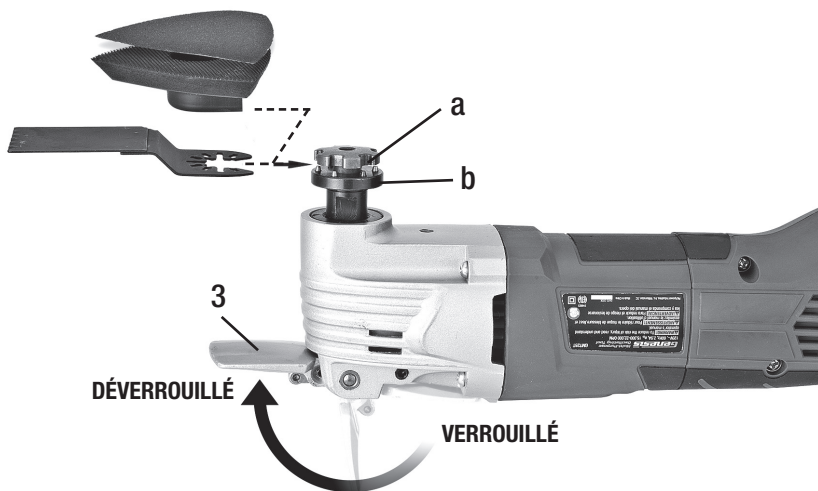

FIG 2
INSERTION ET RETRAIT DES ACCESSOIRES (FIG 2)
Pour installer les accessoires (FIG 2)
1. Abaissez le levier de l'accessoire à changement rapide (3) vers l'avant complètement, pour séparer la bride de lame (a) et de l'arbre bride (b) comme indiqué sur la figure 2.
3. Abaissez le levier de l'accessoire à changement rapide (3) en position de verrouillage pour fixer l'accessoire en place.